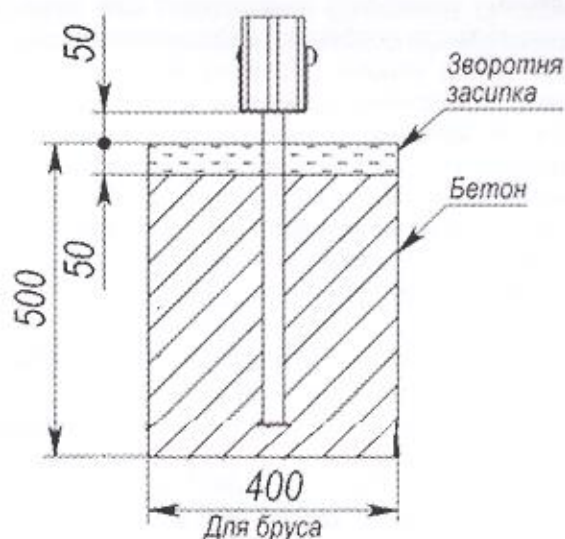

Рис. 11
- 9) Встановити виріб по рівню покриття (землі) відповідно до рис.11. При встановленні виробу на піщаний ґрунт габаритні розміри фундаменту мають бути збільшені на 15-20%.